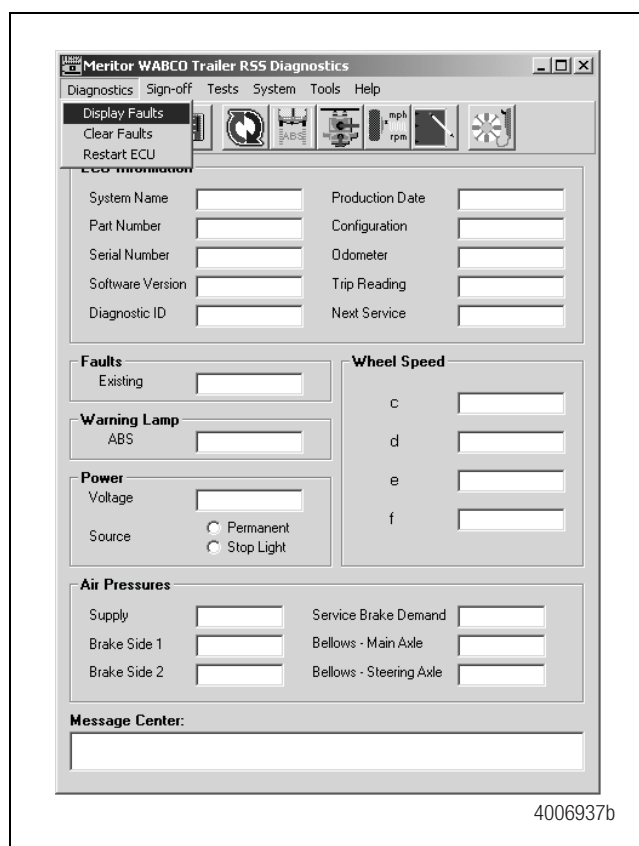

Figura 63
2. En la pantalla principal del software de diagnóstico del EBS para semirremolques Meritor WABCO, seleccione **Diagnósticos** en la barra de menú de la parte de arriba. Figura 63.